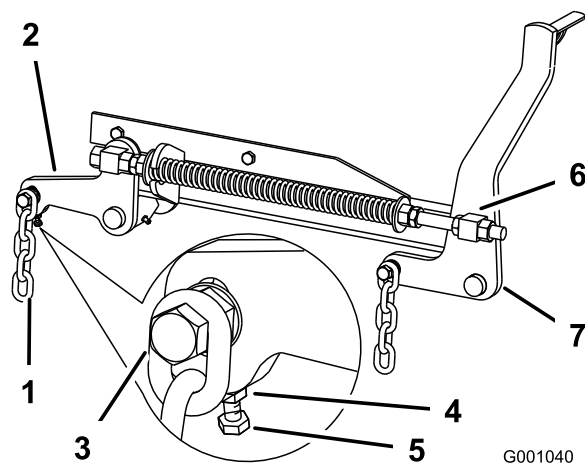

Figure 74
7. Si la distance mesurée au point **B** ou **C** n'est pas correcte, desserrez le boulon de fixation de la chaîne arrière au bras de support arrière (Figure 74).
8. Desserrez l'écrou de blocage sous le bras de support arrière et agissez sur le boulon de réglage de manière à obtenir une distance de 79 à 83 mm (Figure 74).
7. Desserrez d'environ 13 mm les écrous de blocage à l'avant des pivots avant gauche et droit (Figure 74).
8. Réglez les écrous de relevage sur les côtés gauche et droit de la machine de manière à abaisser l'avant de 6 à 10 mm au point **A** par rapport au point **B** à l'arrière (Figure 74).